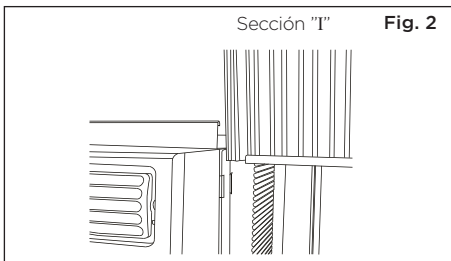

Fig. 2
- B. Deslice la sección "I" del lado libre del panel directamente entre el gabinete como se muestra en Fig. 2. Deslice el panel abajo. Asegúrese de dejar suficiente espacio para deslizar el parte superior e inferior del marco entre el carril del gabinete.